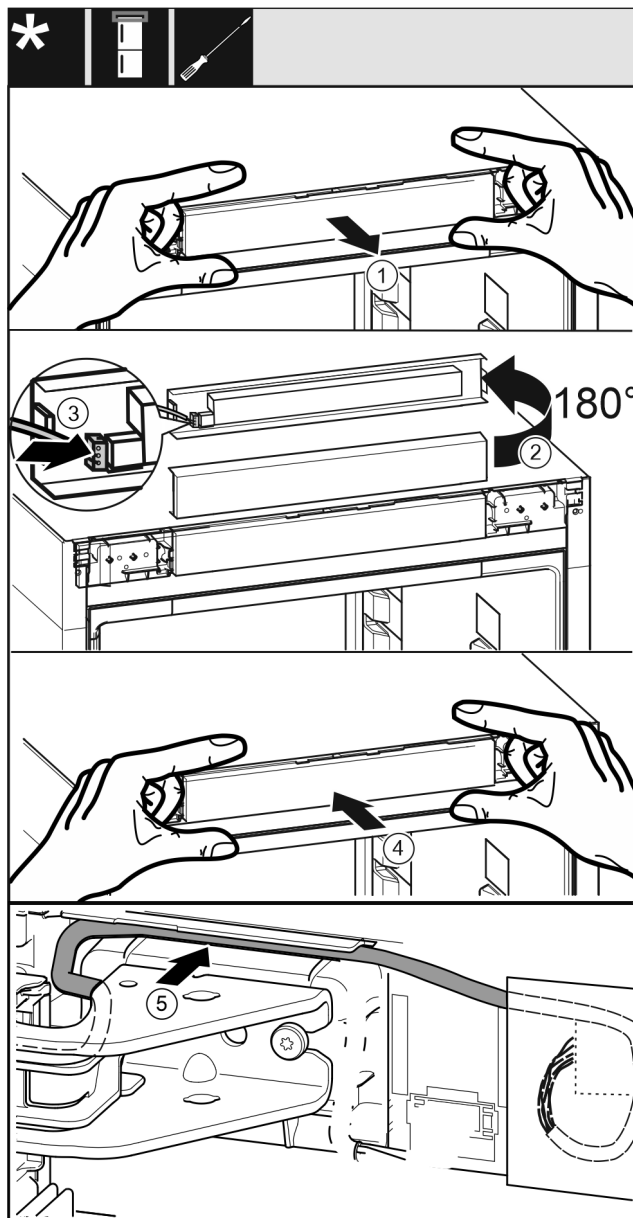

Fig. 32
- ▶ Estrarre con cautela la maschera di comando. Fig. 32 (1)
- ▶ Ruotare la maschera di 180° verso l'alto. Fig. 32 (2)
- ▶ Innestare la presa nella maschera dell'elemento di comando. Fig. 32 (3)
- ▶ Innestare di nuovo la maschera di comando sull'apparecchio. Fig. 32 (4)
- ▶ Posare con cautela il cavo grigio nella guida sopra il blocco di supporto superiore. Fig. 32 (5)